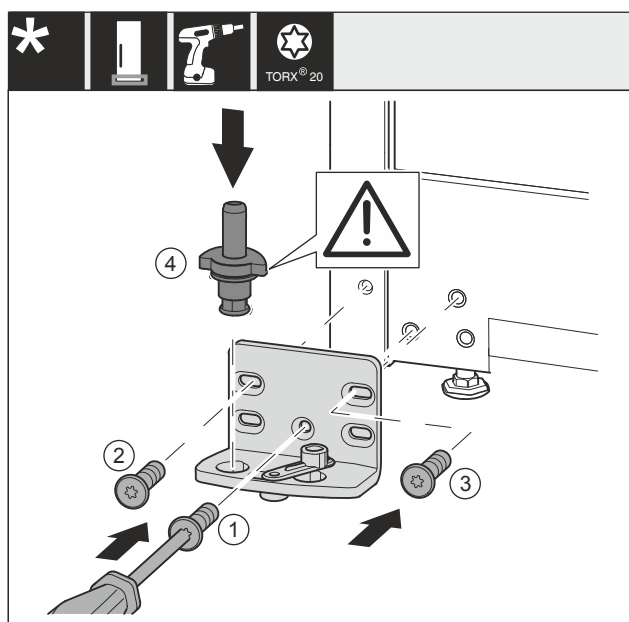

Fig. 38 *
- Nasadte stojan ložiska na druhé straně a přišroubujte pomocí šroubováku. Začněte Fig. 38 (1) dole uprostřed.*
- Pevně utáhněte šroub Fig. 38 (2) a Fig. 38 (3)*
- Zcela vložte ložiskový čep Fig. 38 (4). Přitom dávejte pozor, aby zajišťovací vačka směřovala dozadu.*